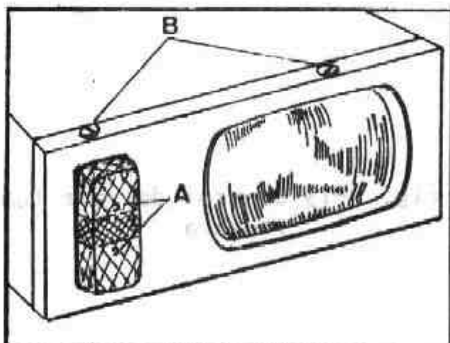

Fig. P-15 Piloto direccional y situación delantera en 88 Ligeros Civil
- 2.1. Empleando un destornillador del tipo Phillips, desmontar los tornillos, A (Fig. P-15) y extraer la pasta del piloto y las lámparas de situación y direccional.
- 2.2. Para desmontar el portalámparas de situación y direccional, es necesario retirar los tornillos, B, (Fig. P-15) de fijación del marco a la aleta.